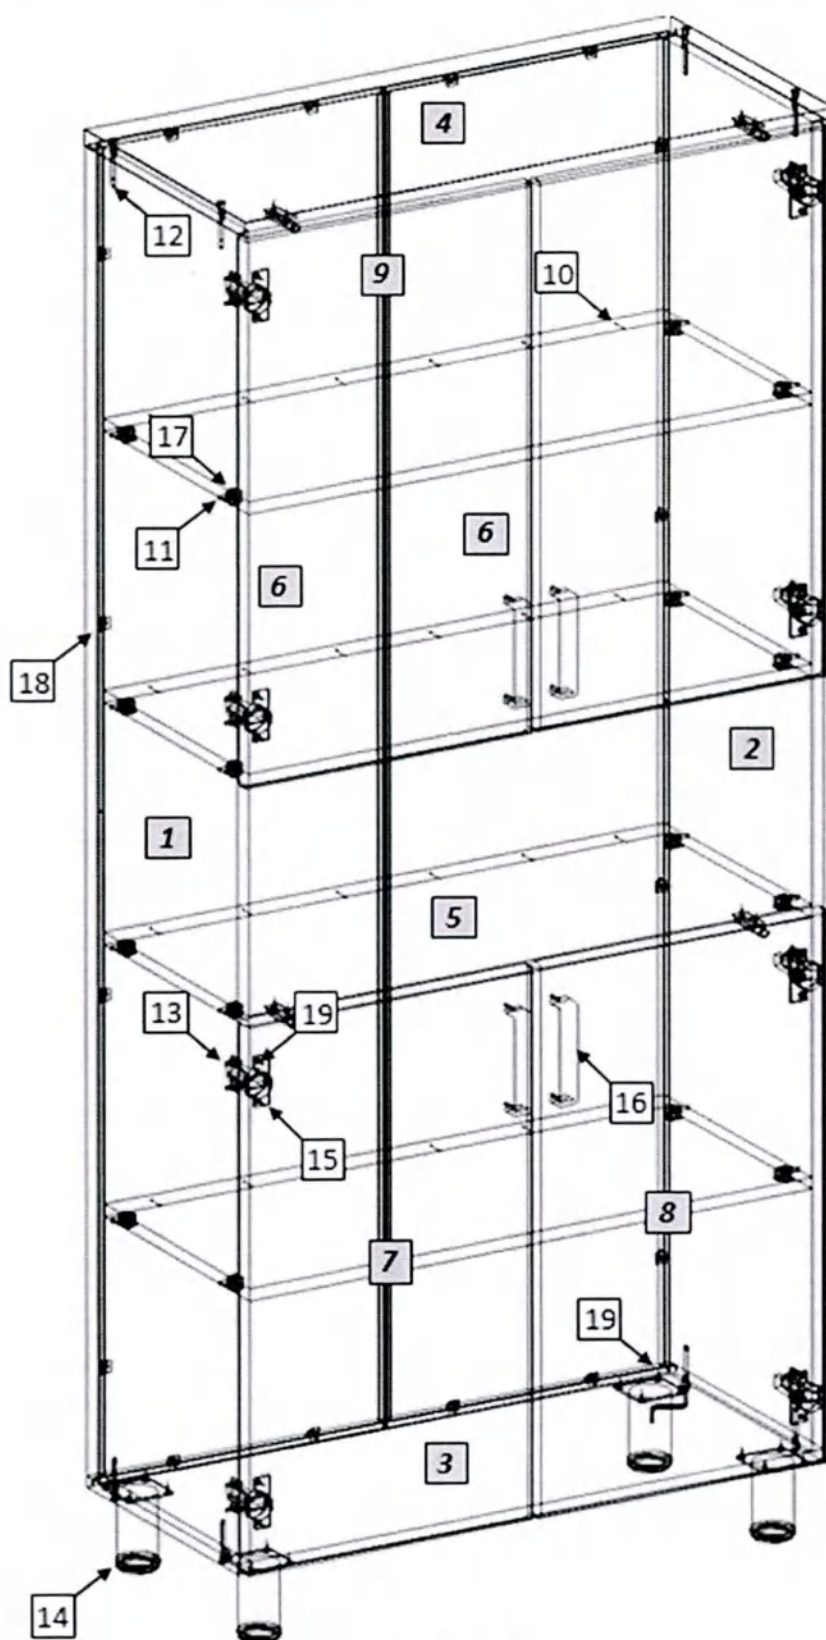

Рис. 1
1. Внимательно ознакомьтесь со схемой сборки, изображённой на рис. 1, сверяясь со спецификацией на изделие. Согласно схеме и спецификации определите расположение деталей в изделии и порядок их сборки. Сборка производится на ровном полу, укрытом материалом, предотвращающим повреждение покрытия пола и деталей мебели. Подготовьте необходимые для сборки инструменты – плоскую и крестовую отвёртки, молоток, рулетку или линейку, шуруповёрт.
2. На вертикальных стенках (1,2,7) шурупами 4×16 (41) закрепите направляющие (31).
3. На вертикальных стенках (1,2) установите ввинчиваемые дюбели эксцентриковых стяжек (28); установите монтажные планки петель (32). На горизонтальных стенках (5,6)